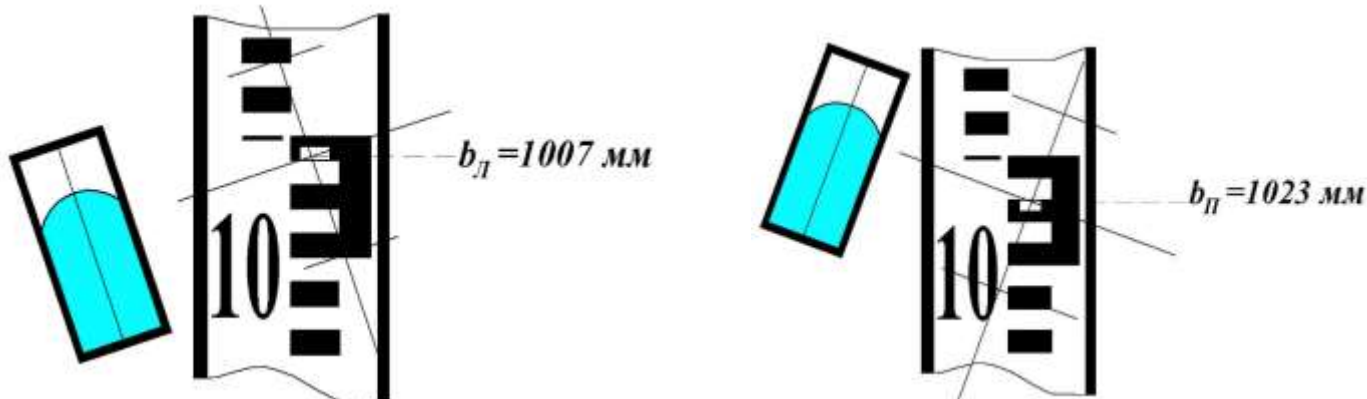

Рис. 9. Отсчет по рейке при наклоне оси вращения нивелира влево
8. Вращением наводящего винта зрительной трубы наводят перекрестие нитей сетки точно на рейку (рис.9) и, совместив изображения концов пузырька цилиндрического контактного уровня, берут отсчет по рейке *bl* точкой пересечения нитей сетки.